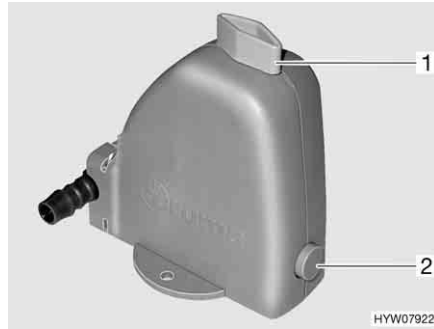

Bild 149 Varmvattenberedarens säkerhets-/avtappningsventil
Varmvattenberedaren är utrustad med en säkerhets-/avtappningsventil (Bild 149). Säkerhets-/avtappningsventilen gör så att vattnet i varmvattenberedaren inte kallnar när det är frost och värmen inte är påslagen.
- Säkerhets-/avtappningsventilen stängs. Ställ vredet (Bild 149,1) diagonalt mot säkerhets-/avtappningsventilen och tryck in tryckknappen (Bild 149,2).
- Öppna säkerhets-/avtappningsventil. Vrid då vredet (Bild 149,1) mot säkerhets-/avtappningsventilen. Tryckknappen (Bild 149,2) skjuts ut. Nu töms varmvattenberedaren via säkerhets-/avtappningsventilen utomhus.